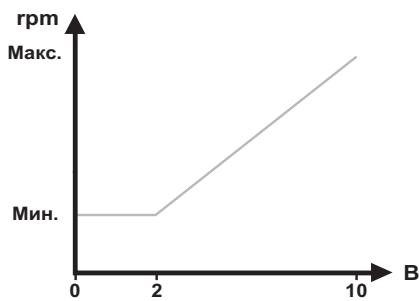

Рис. 75 Зависимость скорости насоса от установленного значения сигнала 0-10 В
1) Когда насос находится под управлением внешнего сигнала 0-10 В, его рабочее состояние изменяется на основе диапазона уровней входного сигнала. График зависимости скорости насоса от установленного значения сигнала 0-10 В приведен на рис. 75